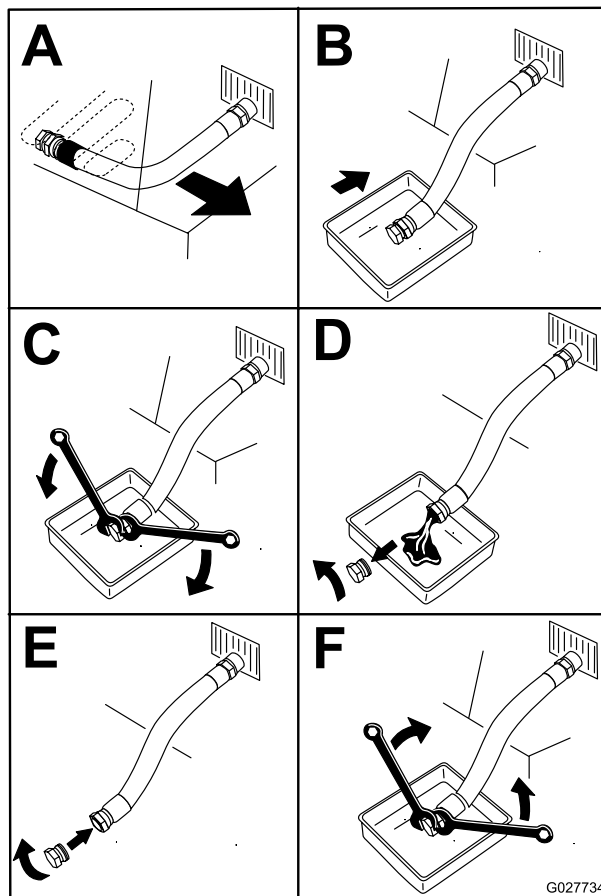

Figura 51
5. Drene el aceite del motor (Figura 51).